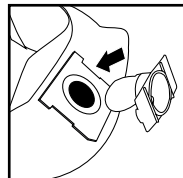

FIGURA 33
47. Con la abertura del deflector de entrada mirando hacia el lado izquierdo o derecho de la bolsa de filtro, deslice el collarin de la bolsa de filtro por encima del deflector de manera que las muescas del collarin de la bolsa coincidan con las lengüetas del deflector de entrada. La bolsa sólo encaja correctamente de una manera. **FIGURA 33.**